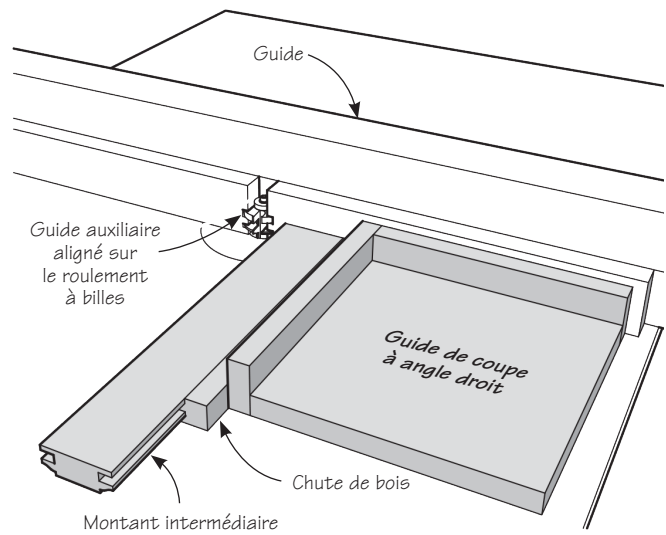

Figure 5 : Utilisation d'un guide de coupe à angle droit
5. Utilisez un guide de coupe à angle droit pour façonner les bouts des montants intermédiaires et des traverses – voir la **figure 5**. Utilisez une retaille sur laquelle vous aurez pratiqué une coupe à contre-profil pour soutenir les montants intermédiaires et les traverses et prévenir l'arrachement.